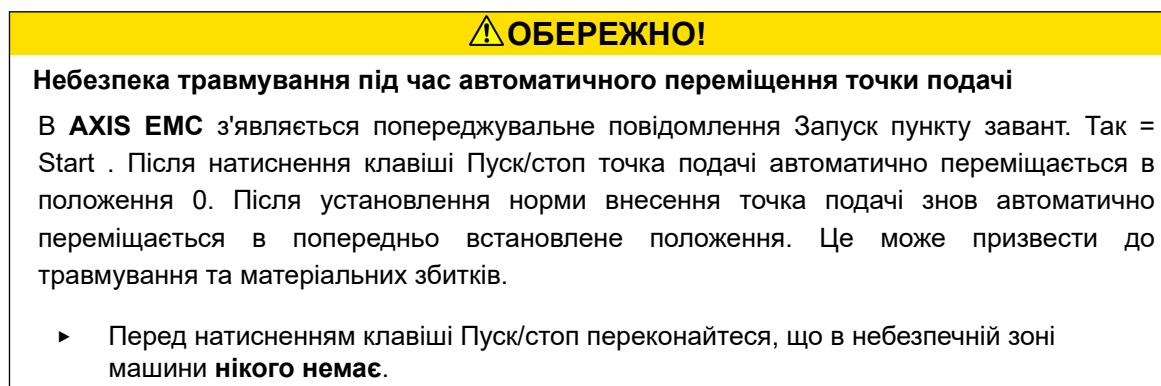

Рис. 21: Меню Швидке розвантаж.
- Вибрана секція штанги відобразиться на дисплеї у вигляді символу (Рис. 21 поз. [3]).*